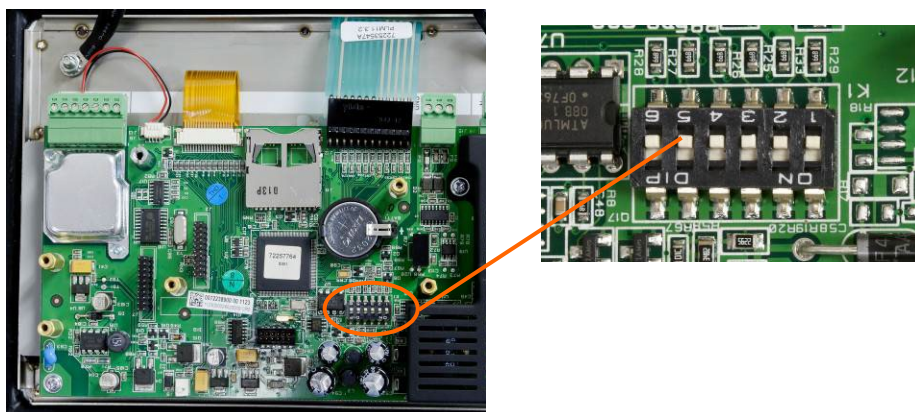

Figura A-71: Ubicación del bloque de interruptores 1 en la PCB principal, version analogical
En la tarjeta principal se encuentra un bloque de interruptores de seis posiciones (Figura A-71). Estos interruptores funcionan como se muestra en la Tabla A-6.
1. Asegúrese de haber seleccionado la región de aprobación correcta en la configuración en la opción **Báscula > Tipo > Aprobación** y que el interruptor de seguridad de metrología SW1-1 esté en la posición "ON" (consulte la Figura A-71 y la Tabla A-6).